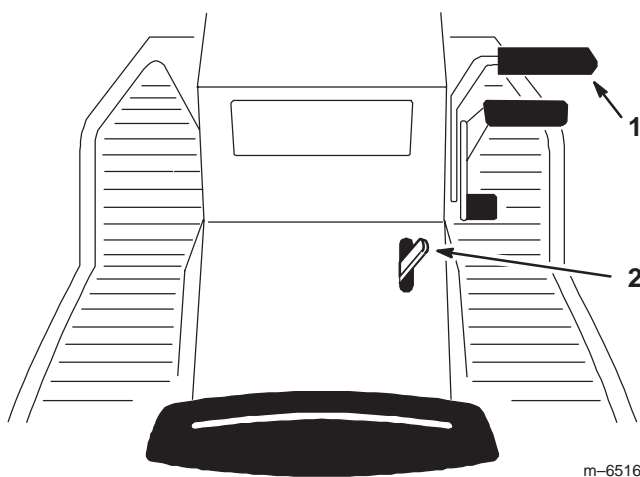

Figure 10
1. Appuyez sur la pédale de frein (Fig. 10) et maintenez-la enfoncée.
2. Poussez le levier de frein de stationnement (Fig. 10) en avant et relâchez progressivement la pédale de frein. La pédale doit rester bloquée en position enfoncée.
1. Enfoncez la pédale de frein (Fig. 10). Le levier de frein de stationnement doit se déverrouiller.